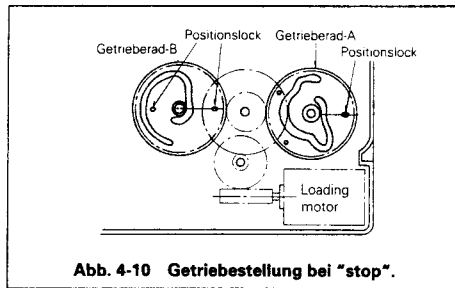

Abb. 4-10 Getriebebestellung bei "stop".
3. Die Position des Getrieberads A und B auf dem Hauptchassis in der Stellung Stop sollte wie in Abb. 4-10 sein. Stellen Sie sicher, daß die Positionslöcher in der richtigen Stelle stehen.